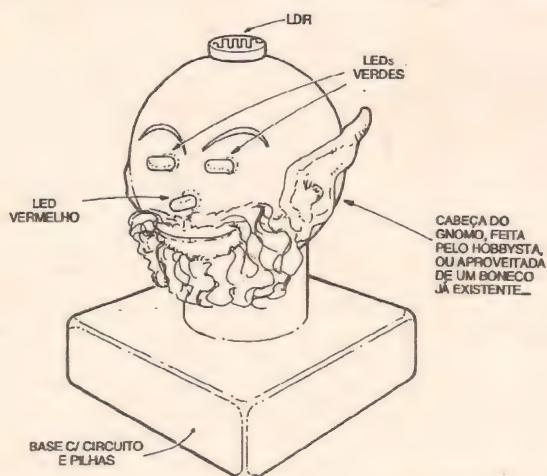

Fig.5
- FIG. 5 - SUGESTÃO BÁSICA PARA A CRIAÇÃO FINAL DO GNOMO... - Ainda que outras soluções finais sejam perfeitamente possíveis, tendo como gabarito e como limite apenas a criatividade, o senso estético e as habilidades manuais do caro leitor/hobbysta, a sugestão exemplificada na figura nos parece a mais óbvia, simplesmente elegante, com um mínimo de rebuscamentos e dificuldades na *mão de obra*... Partindo de uma *cabeça* do boneco/*gnomo*, e mais um *container* baixo e plano, neste último podem ficar o circuito e a bateria (ou pilhas), posicionando-se o LDR no topo da cabeça (para boa captação do nível médio de luminosidade ambiente...), e os LEDs nas posições referentes aos *olhos* e *nariz* (ou *boca*...). Lembrar que se a *cabeça* (ou todo o